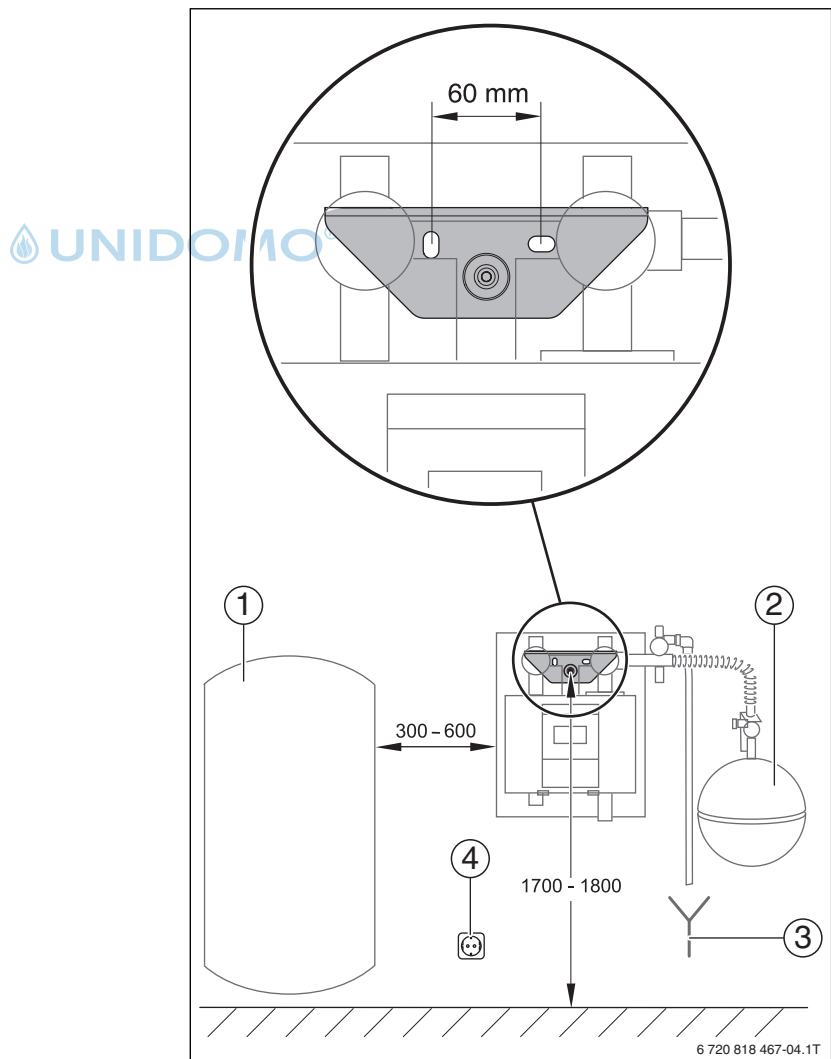

Bild 9 Empfohlene Aufstellung (Maße in mm)
- ▶ Komplettstation in unmittelbarer Nähe des Speichers (→ Bild 9, [1], Seite 10) montieren, um den Anschluss des vormontierten Speichertemperaturfühlers zu vereinfachen.
Zur Stromversorgung ist neben der Komplettstation eine Steckdose (→Bild 9, [4], Seite 10) erforderlich. Diese darf nicht über den Heizungsnotschalter abschaltbar sein.
- ▶ Positionen der Bohrlöcher für die Komplettstation in einer Höhe von ~ 1700...1800 mm (→ Bild 9, Seite 9) anzeichnen.